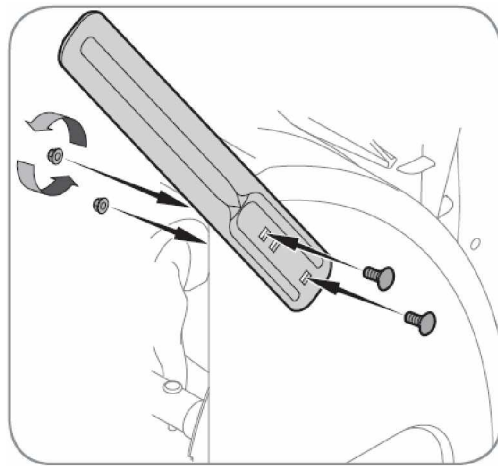

Рис. 10.
- Закрепите их к снегозаборнику при помощи соединительных болтов и шестигранных гаек, снятых ранее. См. Рис. 10.